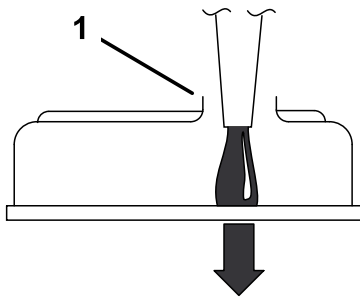

Figura 57
**Importante:** Añada el aceite muy lentamente y no obstruya el orificio de llenado (Figura 57). Si añade aceite demasiado de prisa u obstruye el orificio, el aceite podría quedar retenido y obstruir las entradas de aire, causando daños al motor.